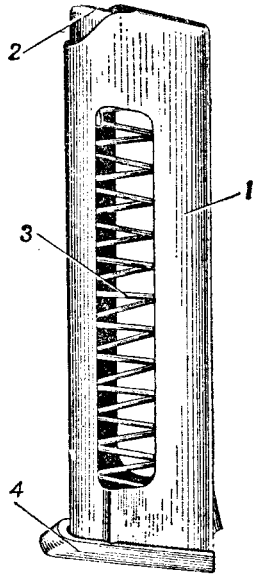

Рис. 32. Магазин:
6. **Магазин** (рис.32) служит для помещения восьми патронов. Он состоит из корпуса, подавателя, пружины подавателя и крышки. Магазин вставляется в основание рукоятки через нижнее окно.